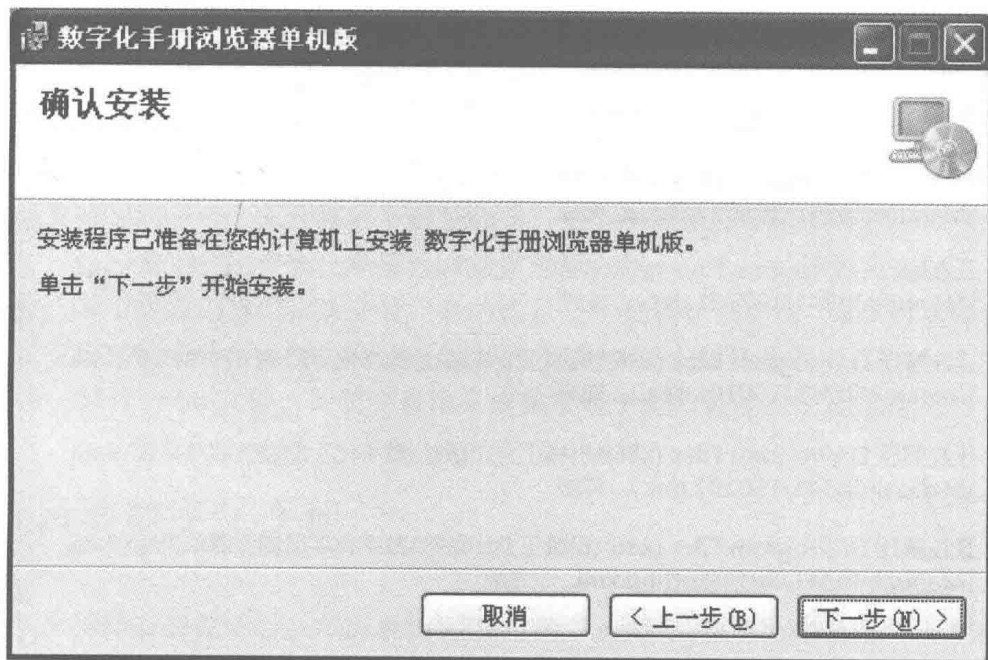

图 1-7 “确认安装” 窗口
6) 在图 1-7 所示的“确认安装”窗口中，用户可单击“上一步”按钮，返回上一步重新调整安装文件夹，或单击“下一步”按钮开始安装。